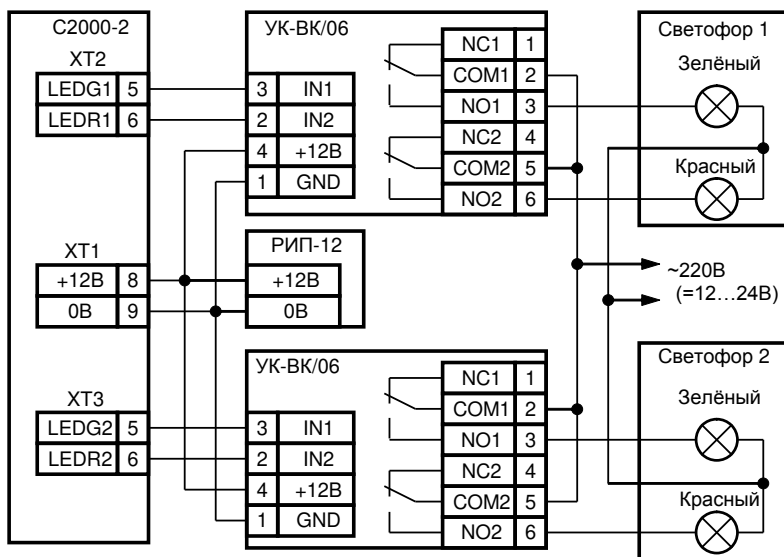

Рисунок 22. Схема подключения светофора к контроллеру «C2000-2» в режиме «Шлагбаум»
4.10.5 При необходимости, подключите светофоры через релейные усилители «УК-ВК/06», коммутирующие напряжение до 220 В (переменного тока) и ток до 10 А (см. рис. 22).